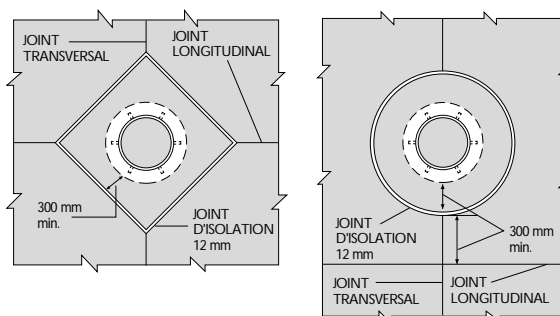

Fig. 9 : Disposition d'un joint de dilatation autour d'un couvercle de regard d'égout
- des joints de dilatation doivent être exécutés pour isoler le revêtement de certains équipements fixes comme les regards, les socles de lampadaire, etc. (Fig. 9).